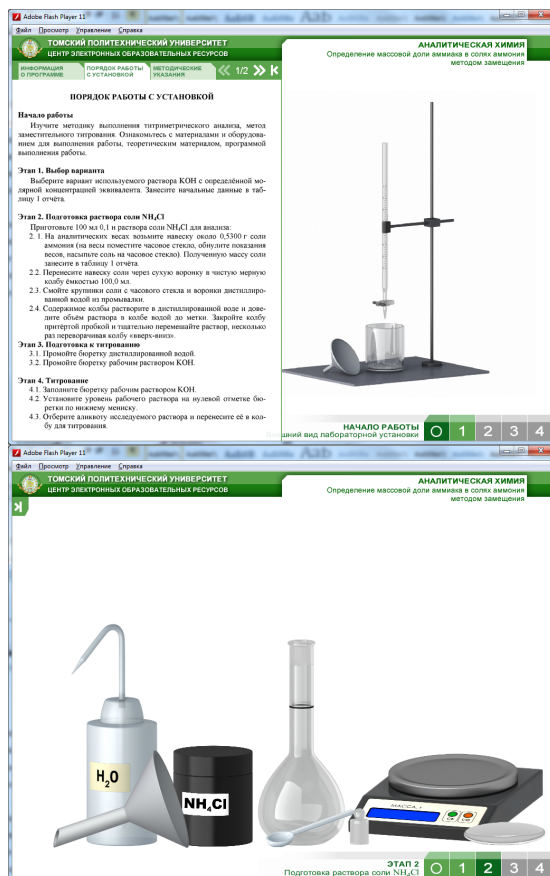

Рис. 1.1. Интерфейс ВЛР
3. Запустите двойным щелчком файл **Лабораторная установка**, откроется окно ВЛР (рис. 1.1), основными элементами которого являются:
Управление *Лабораторной установкой* производится при помощи мыши. Все активные элементы лабораторной установки подсвечены цветными маркерами. Чтобы развернуть на все поле окно *Лабораторной установки*, надо нажать на *Значок сворачивания информационной панели* (см. рис. 1.1, 1.2). Повторное нажатие вернет информационную панель на место.